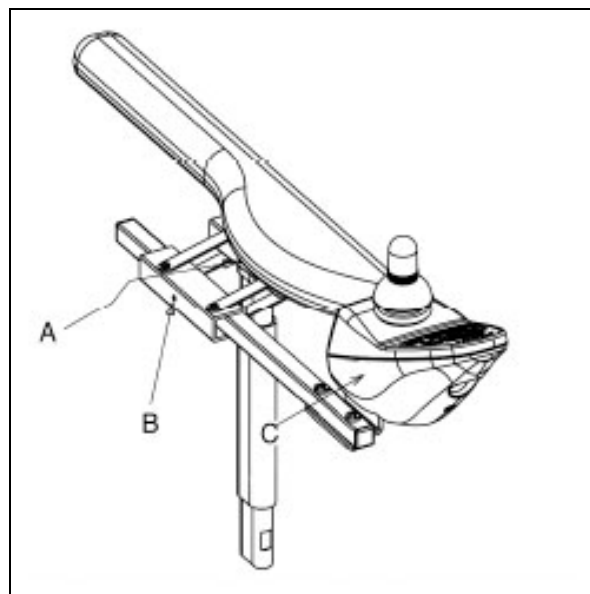

Bild 4.3
1. Lossa ställskruven (B på bild 4.3) ett par varv med en sexkantsnyckel på 4mm.